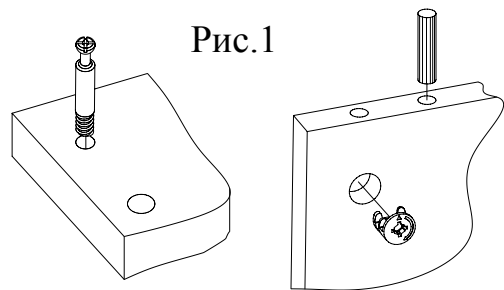
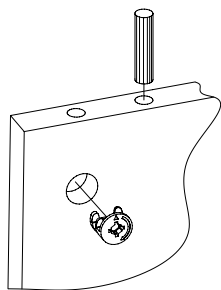
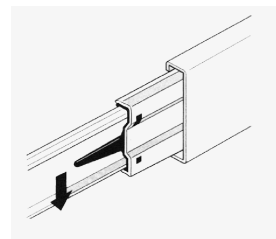

Рис.1
Рис.2
Рис.3
1. Подготовьте детали к сборке. Для этого вкрутите шпильки минификс в детали 1,2 и 12,13,14 (Рис. 1). Вставьте головки минификс и шканы в детали 1,2,3,5 и 10 (Рис.1). Разъедините телескопическую направляющую (Рис.2). На детали 1,2,3 прикрутите широкие телескопы с помощью шурупов 3,5x16 (Рис.3).